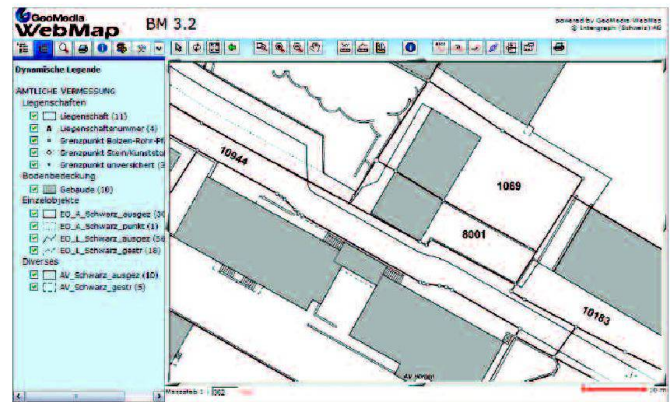

Abb. 6: Dynamische Legende.
- Dynamische Legende: Neben dem bewährten Legendenbaum zur Datenauswahl kommt neu die Dynamische Legende hinzu (Abb. 6). Sie enthält nur die Ebenen, welche im aktuellen Kartenausschnitt auch angezeigt werden. Die Kartenebenen können zudem interaktiv ein- bzw. ausgeschaltet werden.